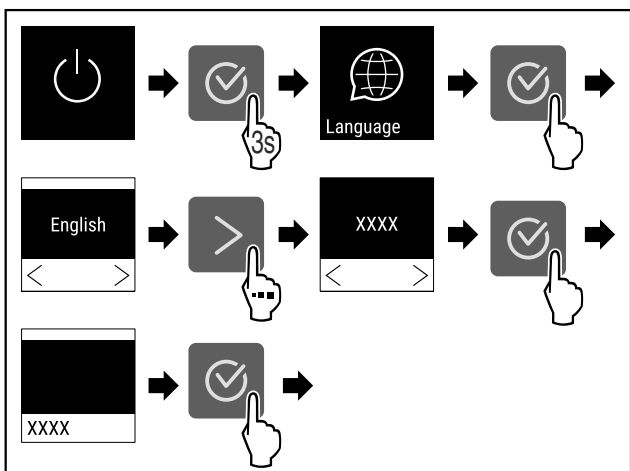

Fig. 54
- ▶ Provedte akční kroky (viz Fig. 54).